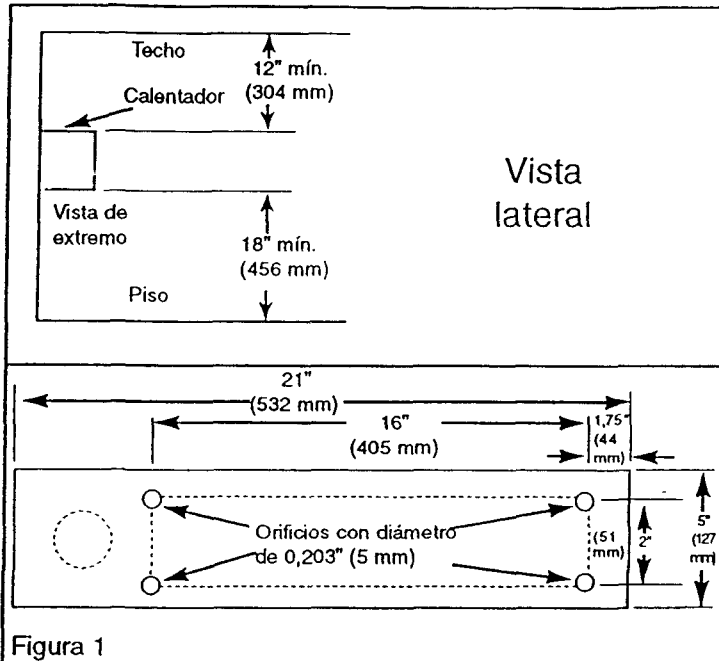

Figura 1
2. Coloque el calentador en la posición deseada en la pared, manteniendo las separaciones mínimas que se indican en la advertencia 3 y se ilustran en la figura 1.